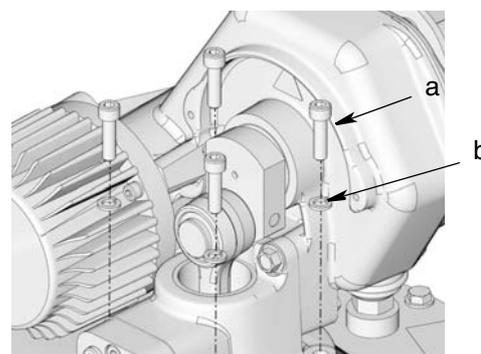

Рис. 8
- Совместите отверстия в основании насоса с отверстиями в крышке бака / резервуара (Рис. 8). Надежно прикрепите насос к баку / резервуару с использованием болтов (а) и шайб (b), удаленных в шаге 1, стр. 8.